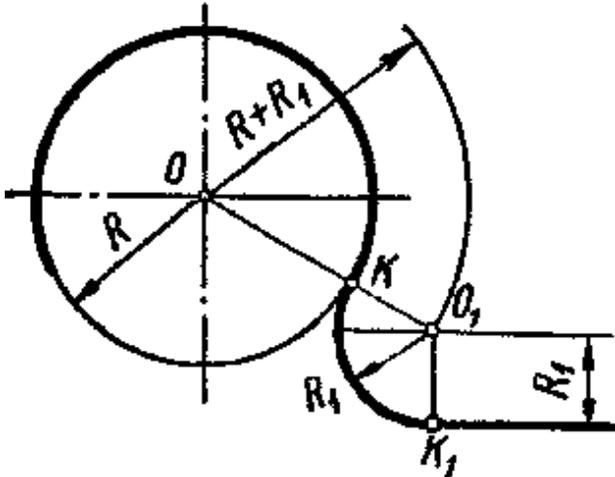

Рисунок 1. Построение внешнего сопряжения данной окружности с данной прямой дугой заданного радиуса R_1
10. Аналогично нанесите размер **6-7**. Должен получиться чертеж (рис.1)